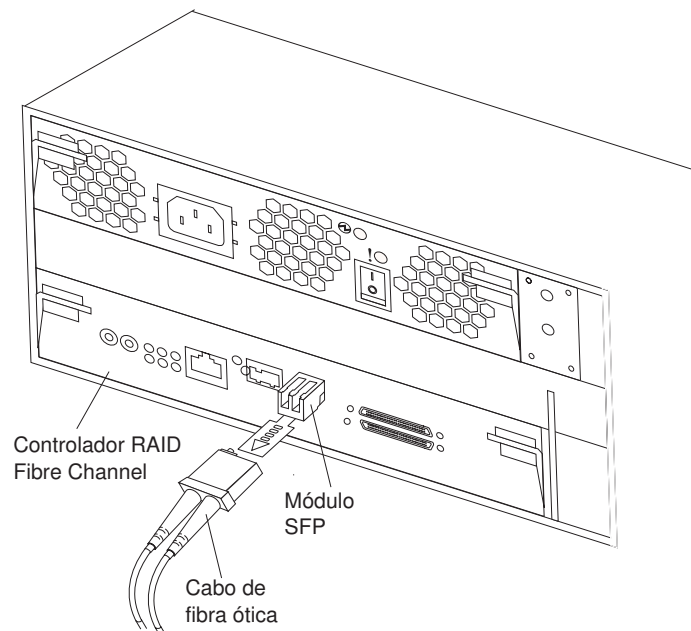

Figura 35. Conectando um Cabo de Fibra Ótica ao Módulo SFP Instalado
3. Conecte o cabo de fibra ótica ao módulo SFP instalado, conforme mostrado na Figura 35.